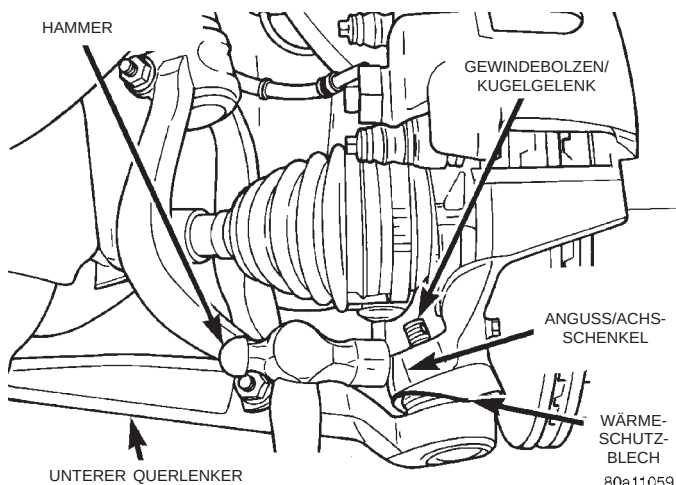

Abb. 48 Gewindebolzen des unteren Kugelgelenks vom Achsschenkel lösen
(13) Den Achsschenkel so drehen, daß seine Vorderkante so weit wie möglich zur Außenseite des Radkastens weist. Mit einem Hammer auf den Anguß des Achsschenkels (Abb. 48) schlagen, bis sich der Achsschenkel vom Gewindebolzen des unteren Kugelgelenks löst.